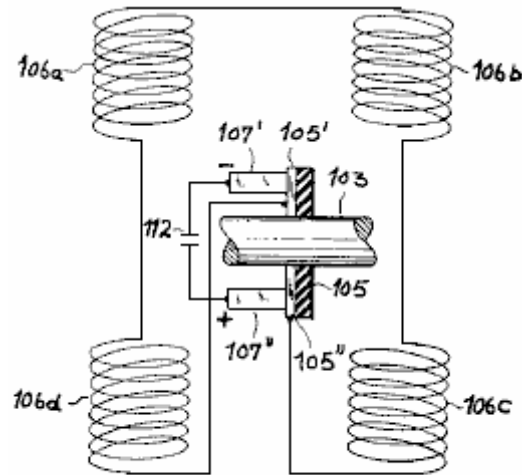

Fig. 4
**Fig.4 et Fig.5** illustrent figurativement, deux arrangements du circuit de la production, un pour une production DC et une pour une production AC.
Le stator aimants **101'**, **101''** sont entourés par energising windings **109'**, **109''** lesquels sont connectés à travers une source convenable de courant direct constant (ne montré pas). Windings semblable, chacun a composé de deux bobines **106a** série - connectées, **106d** et **106b**, **106c**, entourent le rotor armatures **102'** et **102''**, respectivement. Ces bobines forment partie d'un circuit de la production qui plus loin inclut une paire de brosses **107'**, **107''** lesquels sont portés par les bras **108'**, **108''** en en logeant **104** avec isolement mutuel en brossent **107'**, **107''** co opèrent avec une paire de banlieusard segments **105'**, **105''** (voyez aussi **Fig.4**) lesquels sont supportés par un disque de séparer matière **105**, monté sur arbre **103**.
En raison du série rapport de bobines **106a-106d** entre les segments **105'** et **105''**, comme illustré dans **Fig.4**, le voltage alternant induit dans ces bobines engendre un voltage de la production rectifié à brosses **107'** et **107''**. Le courant unidirectionnel délivré par ces brosses à une charge (ne montré pas) peut être lissé par moyens conventionnels, représentés par condensateur **112** dans **Fig.4**.
**Fig.3** montre un générateur **300** lequel est fondamentalement semblable au générateur **100** montré dans **Fig.1** et **Fig.1A**. C'est l'arbre **303** emporte une paire d'armatures de fer doux feuilletées **302'**, **302''** lequel peut tourner dans les intervalles de l'air d'une paire d'électro-aimant **301'**, **301''** lesquels ont le windings **309'** et **309''**. Le commutator **305** encore le co opère avec une paire de brosses **307** seul de qui sont visible dans **Fig.3**. Cette brosse, continuée un bras **308**, est connectée à une brosse **313** que lequel engage avec une fiche bague **314** placée aussi sur une extrémité d'arbre **303** que lequel porte électriquement deux fiche supplémentaire en sonne **315'**, **315''** lesquels sont en contact conducteur avec bague **314** mais sont séparés de l'arbre. Deux supplémentaire en brosse **316'**, **316''** contact les bagues **315'**, **315''** et respectivement est connecté à windings **309'** et **309''**. Les autres fins de ces windings sont connectées à un système analogue de brosses et fiche bagues sur l'extrémité de l'arbre opposé, et a arrangé afin que les deux brosses du commutator sont liées à travers le windings efficacement **309'** et **309''** dans parallèle. Par conséquent, les aimants du stator sont stimulés de la production du générateur elle-même dans cette incarnation, il qui est compris que les aimants **301'** et **301''** (fait, par exemple, d'acier plutôt que fer doux) aura une force contraignante résiduelle suffisant pour induire un voltage de la production initial. Naturellement, les circuits qui mènent des brosses **307** au windings **309'**, **309''** peuvent inclure filtrage comme décrit à propos de **Fig.4**.